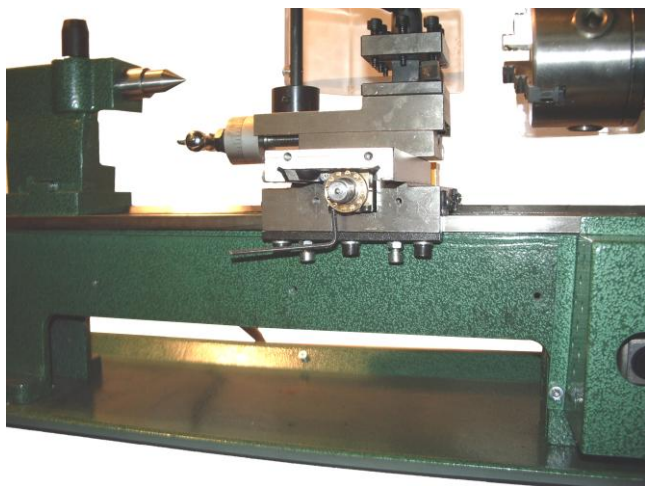

Рис. 19. Стопорные болты венца регулировки.
4. Ослабить стопорные болты венца регулировки (**Рис. 19**) при помощи шестигранного ключа **2.5**.
7. Затянуть стопорные болты венца регулировки (**Рис. 19**) при помощи шестигранного ключа **2.5**.